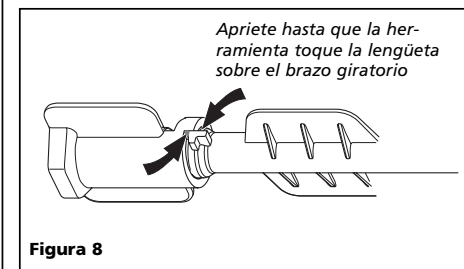

Figura 8
3. Limpie la boquilla según sea necesario. Vea las figuras 6 y 7. Para una correcta alineación de las boquillas, ajuste hasta que la herramienta entre en contacto con la lengüeta del brazo giratorio, como se muestra en la Figura 8.